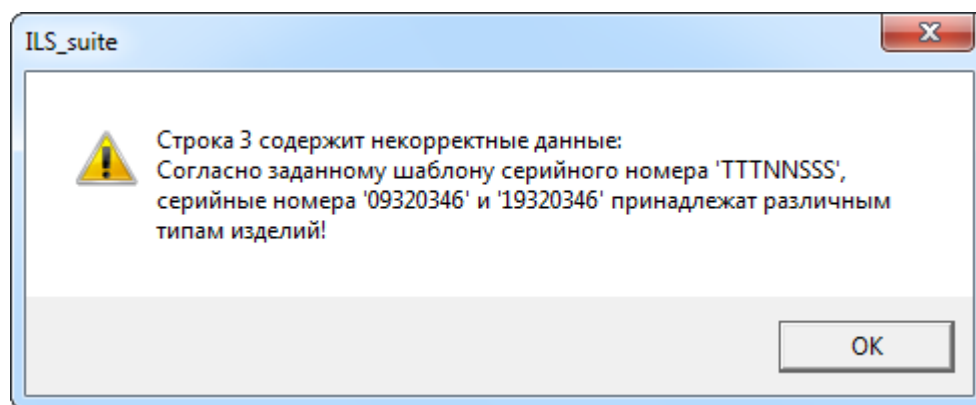

Рис. 10-236 – Сообщение об ошибке при создании правила применяемости по серийным номерам
7) Перейти в колонку «по серийный номер» и ввести верхнее граничное значение для серийных номеров (рис. 10-236).